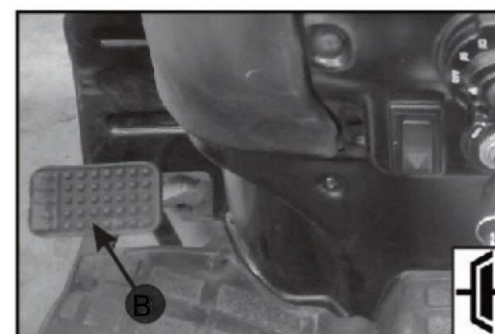

Fig. 4.8
4.8 Koblingspedal (B), Fig. 4.8